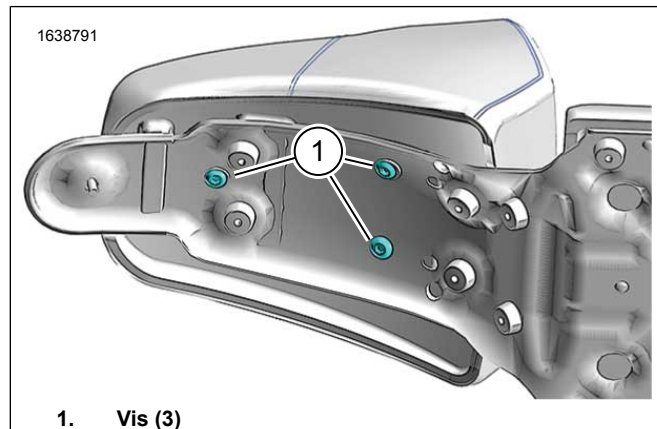

Figure 2. Vis du siège passager
2. Voir la figure 2. Serrer les vis du siège passager (1).